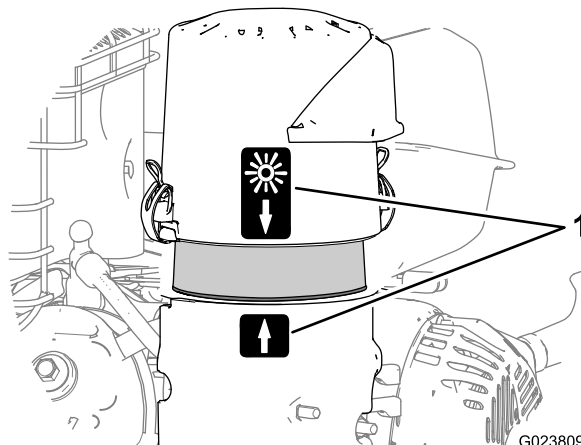

Figura 23
8. Alinee la pegatina de la flecha de la tapa del limpiador de aire con la pegatina de la flecha de la base (Figura 23).